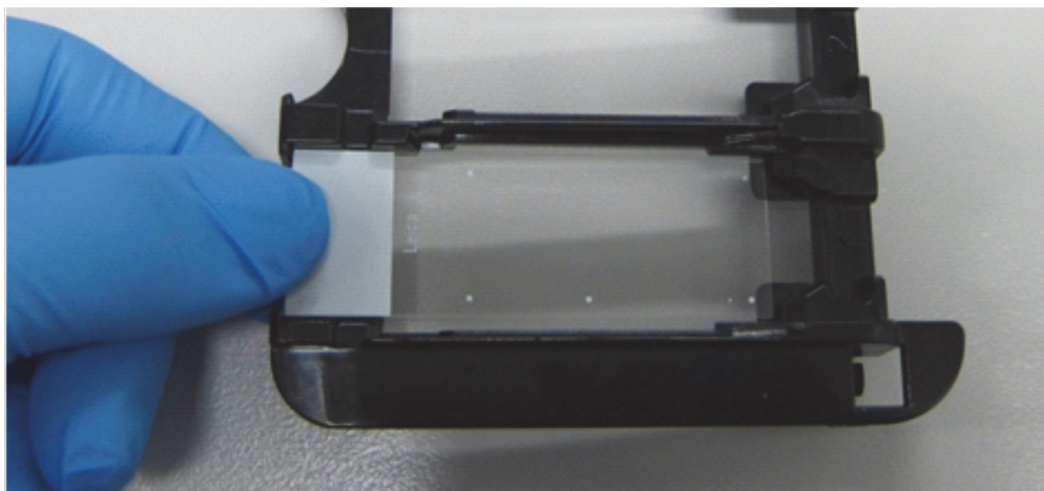

Abbildung 43: Ausrichten eines Objektträgers in der Objektträgeraufnahme
2. Orientieren Sie den Objektträger über einer leeren Position der Objektträgeraufnahme mit dem Etikettenende über der Aussparung in der Aufnahmeseite (siehe Abbildung 43). Legen Sie den Objektträger in die Vertiefung der Aufnahme ein.